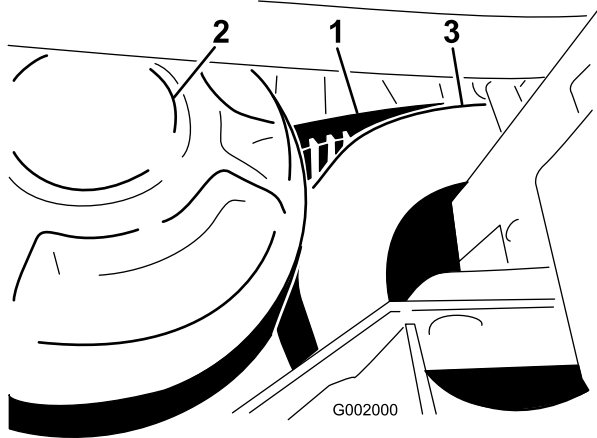

Bild 66
1. Drehen Sie den Riemen und verlegen ihn über die sekundäre Kupplung (Bild 66).